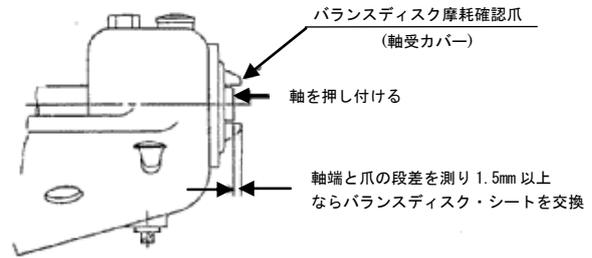

図 13
- (3) 軸受許容温度は室温+40℃以下、かつ、80℃以下です。軸受フレームを手で触ってられるようならば正常ですが、触れないような時は軸受温度を測定し、許容温度を超えている場合は運転を停止して点検してください。
- (4) 軸封がパッキンタイプのもは水滴が適度に落ちることを確認してください。グランドパッキンの漏れ量は表 2 を参照してください。運転しているうちに漏れ量が増加したら、再びパッキン押えで締め付けてください。グランドパッキンは締め過ぎたり片締めしてはなりません。
- (5) ポンプ軸端と軸受カバーの摩耗確認用の爪に 1.5mm 以上段差ができたときは、バランスディスクとバランスシートの交換をしてください。(図 13 参照)